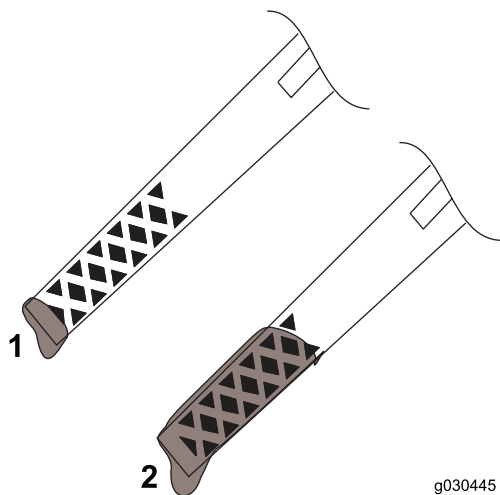

Рисунок 17
- Если уровень масла находится ниже отметки Add (Добавить) на шупе (Рисунок 17), долейте масло. См. Замена масла в двигателе (страница 16)
- Если уровень масла находится выше отметки Full (Полный) (Рисунок 17), слейте излишек масла, чтобы довести его уровень до метки Full (Полный) на шупе; см. Замена масла в двигателе (страница 16).